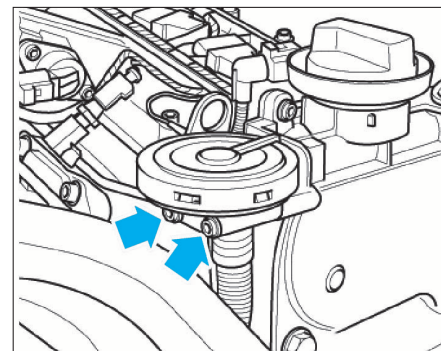

FIG. 14
- Déposer la soupape de régulation de pression pour l'aération du carter-moteur (Fig.14).